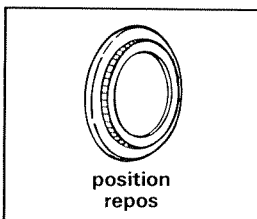

Fig. 2
- En position repos, le bouton n'est que faiblement saillant par rapport au plan du tableau de commande (fig.2).